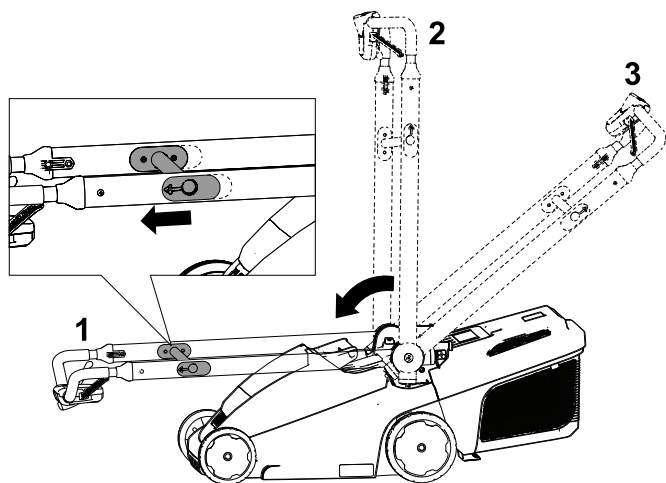

Figura 21
2. Puxe a braçadeira de libertação da barra da pega na direção da pega superior para abrir o bloqueio da pega (Figura 21).
3. Dobre a pega até meio, para a frente, para a posição vertical, ou completamente para a frente para a posição de arrumação vertical como se mostra na Figura 21.